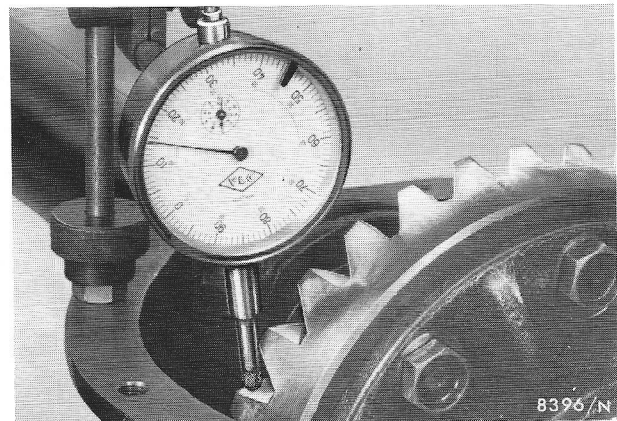

Fig.62 De stift van de micrometer loodrecht op de tandflank plaatsen.
49. Plaats de stift van de micrometer loodrecht op een tand van het kroonwiel; d.w.z. loodrecht op de tandflank. Meet op vier plaatsen de speling tussen de tanden (draai het kroonwiel steeds twee bouten verder). Het verschil in tandspeling mag niet meer dan 0,05 mm bedragen. Bevestig het spindel in de andere askoker en draai het langzaam vast tot een tandspeling van 0,01 mm ontstaat (fig.62).